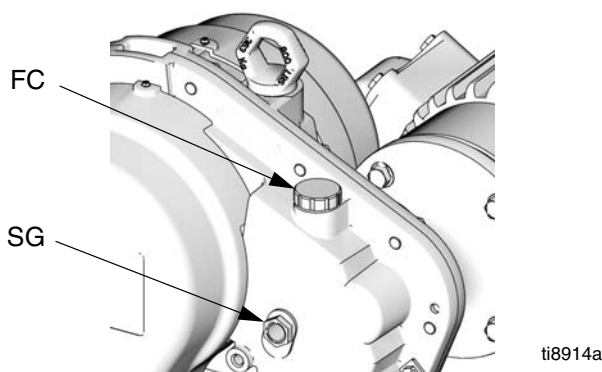

FIG. 5. Llenado de aceite
Abra la tapa de llenado (FC) y llene el depósito de aceite del reductor de engranajes con 1,9 l (2 cuartos de galón) de aceite Graco 288414 (el paquete incluye doce botellas de 0,9 l [1 cuarto de galón]). Verifique el nivel de aceite en la mirilla (SG) de la carcasa del reductor de engranajes. No llene en exceso. Vea la FIG. 5.